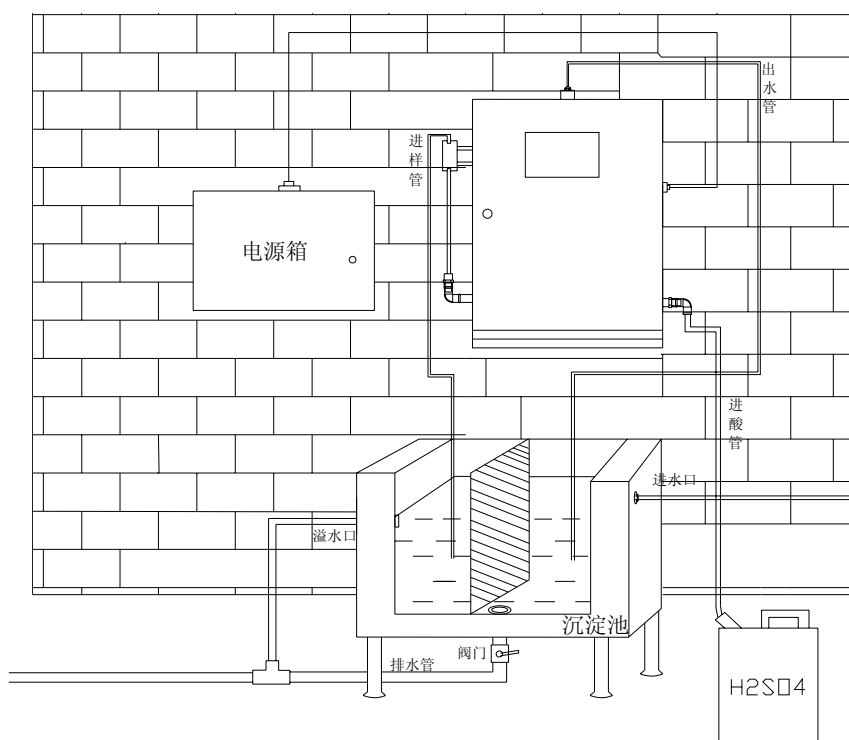

图 3.3 取样口产生气溶胶的示意图
- (2) 管道的安装过程要十分仔细，安装好的管道内要干净，没有直径大于 2mm 的杂物，以免损坏污水泵或堵塞仪器内的射流泵。预安装好后，务必用清水仔细冲洗管道，使管道内没有杂物。最后管口包裹好，以免杂物落入管内。
- (3) 取水点的水流应为层流态，所抽吸的水体应不呈气溶胶状（即水中含有大量气泡）。气溶胶进入仪器将使测量结果不准或被仪器判为“取不到水样”。明渠排水系统中产生气溶胶的原因，主要是取水点的水流是从高处跌落，裹挟大量气泡进入水体形成（见图 3.3）。